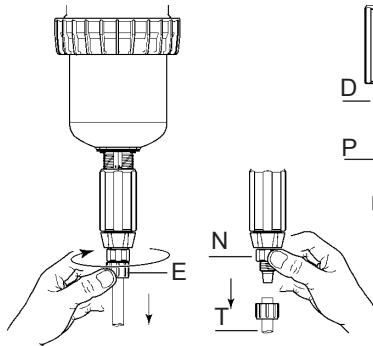
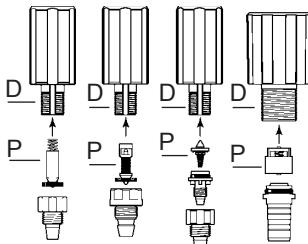

Abb. 16
Abb. 17
- Die Haltemutter losschrauben (**Abb. 16-E**) und Saugschlauch abnehmen (**Abb. 17-T**).
- Die Mutter (**Abb. 17-N**) losschrauben und abnehmen.
- Nach unten ziehen und das ganze Saugventil entnehmen (**Fig. 17**).